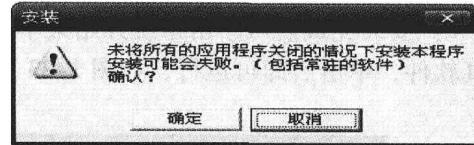

图 1-17 安装提示信息
- 2) 初始安装界面完成以后将出现如图 1-17 所示的提示框信息，若提示“未将所有的应用程序关闭的情况下安装本程序可能会失败。”此时只需单击“确定”按钮即可。
- 3) 单击图 1-17 中“确定”按钮以后，将出现如图 1-18 所示的欢迎安装界面，只需单击“下一个”按钮即可。